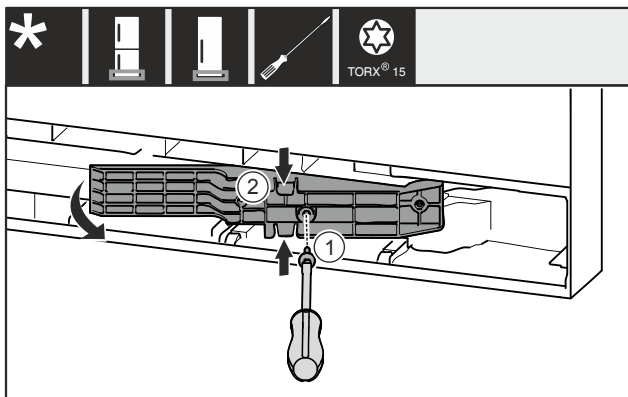

Fig. 21 *
- ▶ Извлеките винт Fig. 21 (1).*
- ▶ Слегка сожмите деталь адаптера Fig. 21 (2) сверху и снизу и извлеките ее.*